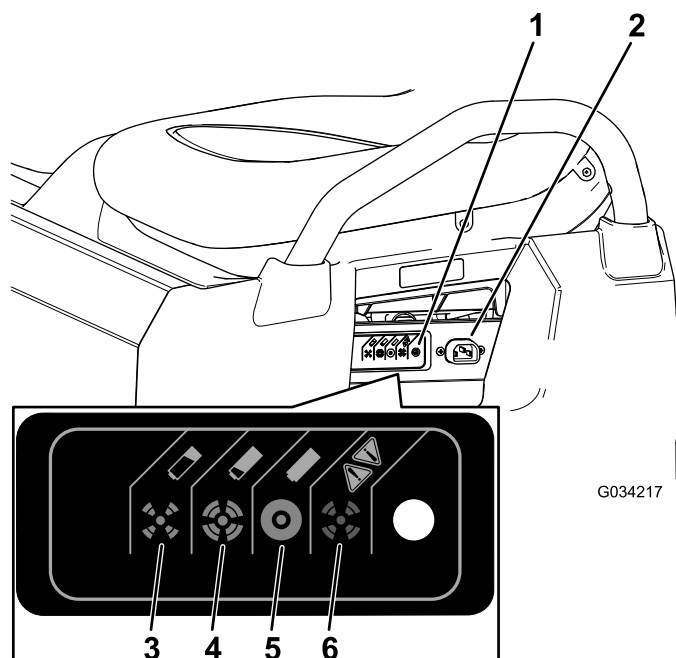

Figura 37
3. Collegate un cavo di ricarica calibro 16 (o di diametro superiore), da 2,5 m o più corto alla presa di ricarica sulla macchina (Figura 37).
Fate riferimento alla tabella seguente e Figura 37 per informazioni sui significati dei diversi colori della spia dello stato del caricabatterie.